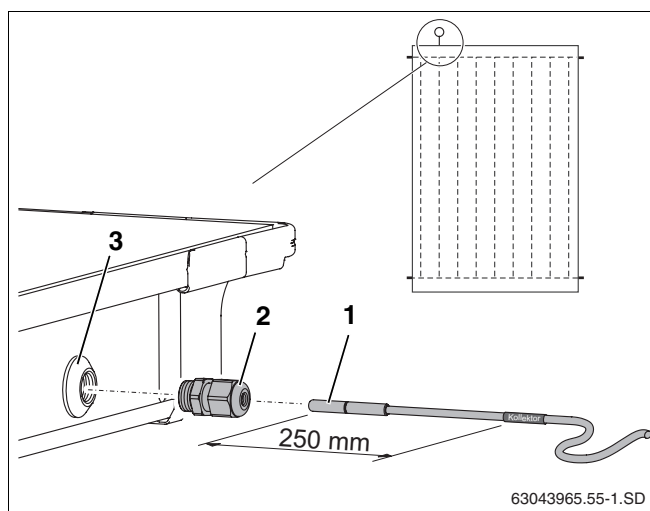

fig. 51 Introduzir o sensor do colector no colector
Para um funcionamento sem problemas da instalação solar é necessário que o sensor do colector (fig. 51, **item 1**) seja introduzido até ao batente (corresponde a aprox. 250 mm) no tubo guia do sensor.
- ▶ Perfurar a camada de revestimento da passagem do sensor com o sensor do colector ou a chave de parafusos (fig. 51, **item 3**).
- ▶ Apertar a união roscada de aperto (fig. 51, **item 2**) à passagem do sensor.
- ▶ Apertar a união roscada de aperto (fig. 51, **item 2**), se necessário, apontar.
Caso tenha perfurado a passagem do sensor (fig. 51, **item 3**) de um colector errado, este deverá ser vedado com o tampão do jogo de ligação. Antes disso, deverá retirar, com a ajuda da união roscada de cabo (fig. 51, **item 2**), a porca que se encontra na passagem do sensor.